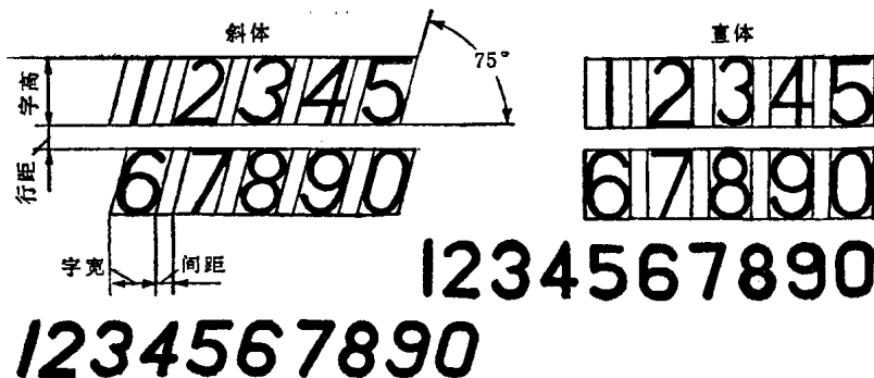
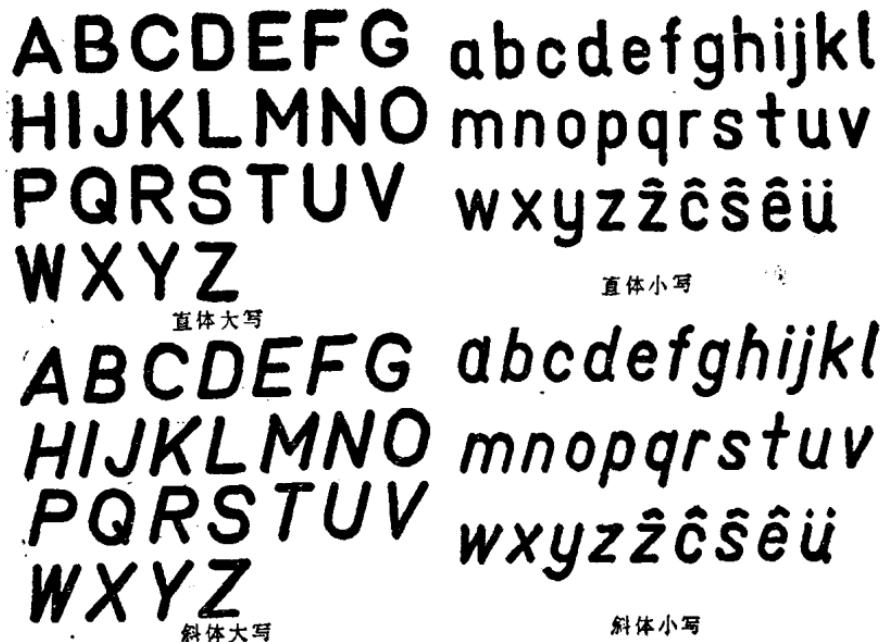

图24 数字字体示例
图25 字母字体示例
2. 数字和字母 数字和字母分为斜体(字体和水平线成倾斜 75° 角)和直体两种,如图24所示。字母又分为大写和小写两种,小写字母的高度约等于大写字母高度的 $2/3$,如图25所示。字体的宽度、字与字之间的距离、行与行之间的距离以及笔划的粗细等,都和中文字体的相同。